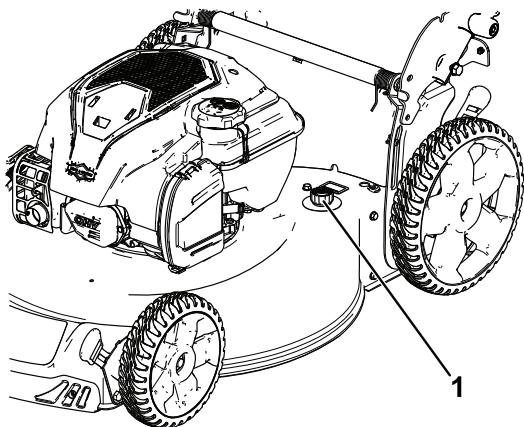

Figura 24
5. Collegate una canna da giardino al rubinetto dell'acqua e al foro di lavaggio (Figura 24).